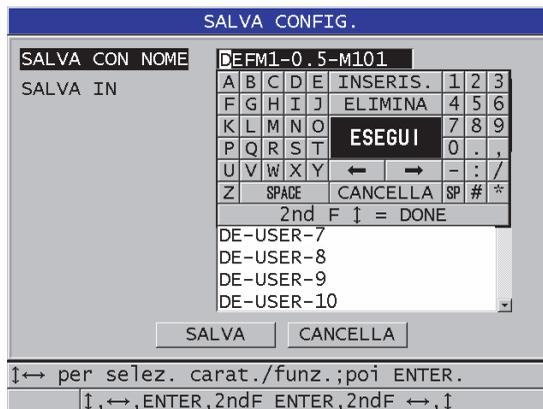

Figura 12-6 Salvataggio della configurazione
- b) Nella schermata **SALVA CONFIG.**, inserire il nome del file desiderato per la configurazione personalizzata (vedere Figura 12-6 a pagina 245).